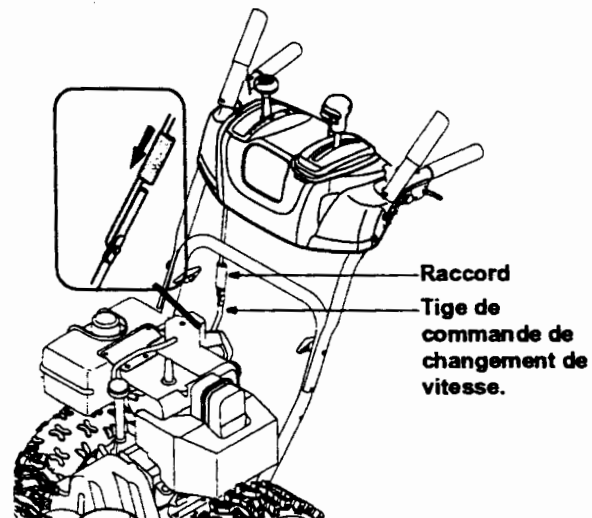

Figure 2
3. Glissez le raccord de la tige de commande de changement de vitesse sur l'extrémité de la tige de commande inférieure. Frappez doucement sur le raccord pour le **bloquer** sur la tige de commande inférieure. Voir la Figure 2.